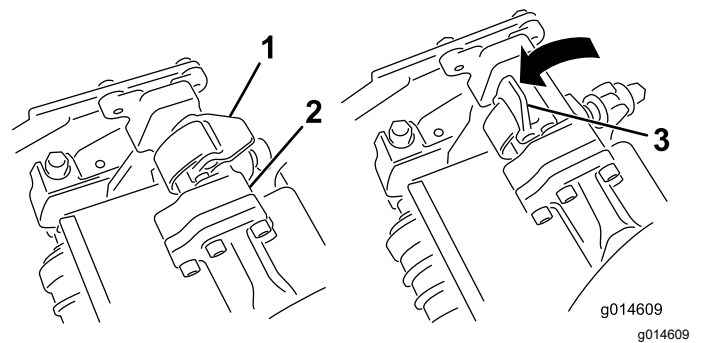

Figura 47
4. Presione los enganches hacia abajo alrededor de la barra de la unidad de corte y bloquéelas (Figura 47).
- Abra los enganches de la barra del brazo de suspensión de la unidad de corte que está retirando (Figura 47).